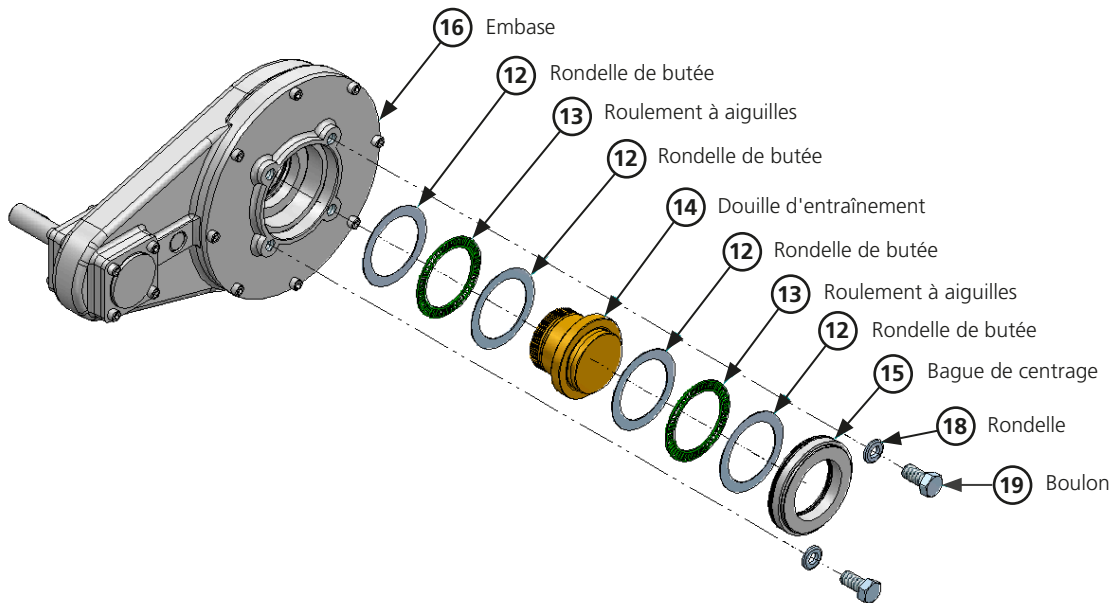
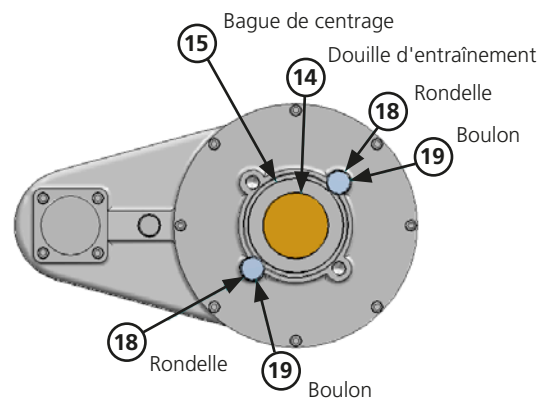

Figure 7 – L'assemblage de la douille d'entraînement des réducteurs à pignon conique et à engrenage droit
Figure 10 – Exemple de fixation de la bague de centrage
⚠ Avant de les déplacer, nous vous recommandons d'installer un système de boulon et de rondelle sur l'embase des réducteurs à pignon conique et à engrenage droit, comme le montrent les figures 7 et 10.
Veillez vous référer à la figure 7. L'assemblage de la douille d'entraînement est identique pour tous les réducteurs, bien que les gros réducteurs aient des roulements à rouleaux cylindriques à la place des roulements à aiguilles.
⚠ ATTENTION : Il est impératif que les roulements à aiguilles soient montés correctement, avec la douille d'entraînement et la bague de centrage. Référez-vous à la figure 7. Les roulements à aiguilles (13) doivent avoir une rondelle de butée (12) de chaque côté. Un ensemble roulement/rondelle doit être installé de chaque côté de l'épaulement de butée de la douille d'entraînement.
⚠ Nous vous recommandons d'installer un ensemble boulon (19) et rondelle (18) dans l'embase du réducteur comme le montrent la figure 7 et la figure 10. Notez que les rondelles doivent chevaucher la bague de centrage (15). Cela empêchera le détachement de l'assemblage douille et roulements du corps principal. Les boulons et rondelles ne sont pas fournis par Rotork.